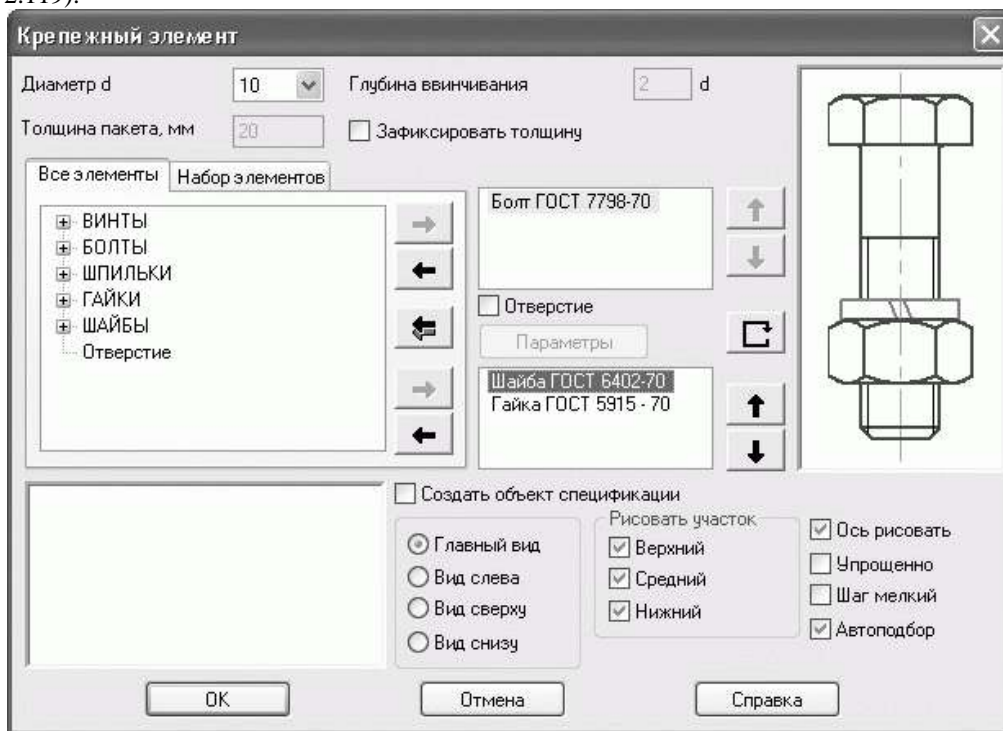

Рис. 2.119. Диалоговое окно Крепежный элемент
Для предотвращения отвинчивания болтов, соединяющих корпус с крышкой, при ударных или вибрационных нагрузках на редуктор под гайку перед закручиванием устанавливается упругая шайба. Изображения стандартных шайб, как и болтов и гаек, можно вставить из конструкторской библиотеки системы КОМПАС-График. Однако не спешите помещать в чертеж по отдельности все элементы, формирующие болтовое соединение (крепежный элемент). В той же конструкторской библиотеке есть специальная команда (не входящая ни в одну из групп) – Крепежный элемент. После ее выбора появится диалоговое окно, позволяющее настроить внешний вид и характеристики создаваемого крепежного элемента (рис. 2.119). На вкладке Все элементы вы можете выбирать любые стандартные элементы крепежа, после чего при помощи кнопки Добавить ➡ (или простым перетаскиванием) добавлять их в состав своего крепежного элемента. Задайте такие настройки крепежного элемента: болт по ГОСТ 7798—70, шайба по ГОСТ 6402—70 и гайка по ГОСТ 5915—70. Обратите внимание, что шайба и гайка размещены в нижнем списке, что указывает системе на необходимость размещения этих элементов внизу болта, а не у его головки. Установите переключатель в положение Главный вид, а в области Рисовать участок снимите флажок Средний. Если этот флажок установлен, значит, в изображении крепежного элемента болт будет отрисован от основания головки до шайбы. Поскольку на главном виде все крепежные элементы будут изображены без разреза, то нам эта часть изображения не нужна (ее все равно пришлось бы удалять вручную). Сняв данный флажок, вы автоматически избавитесь от части изображения болта, невидимой за фланцами крышки и корпуса.
3. Выберите в конструкторской библиотеке объект Крепежный элемент. Появится диалоговое окно (см. рис. 2.119).